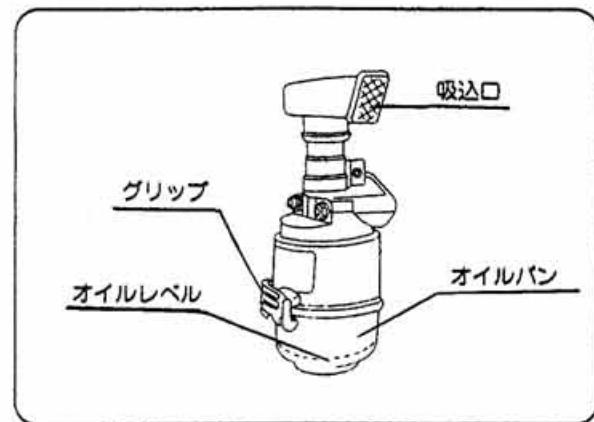

図37
① グリップを外し、オイルパンおよびエレメントを取り外してください。（図37）
④ エアクリーナの吸込み口をホコリの少ない方向（ハンドル側）に向けてください。（図37）